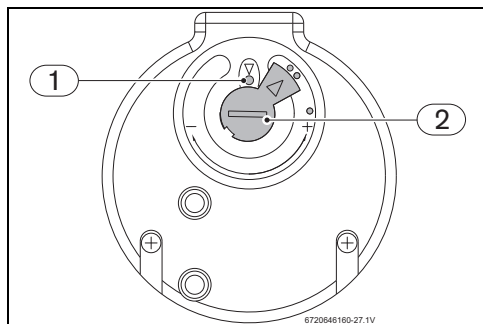

Fig. 57 Thermostat
- Appuyer sur le bouton de réarmement jusqu'à la butée (fig. 57, [1]).
Après le réarmement, s'assurer que le thermostat est réglé dans la position représentée dans la fig. 57. Ne pas endommager le joint.